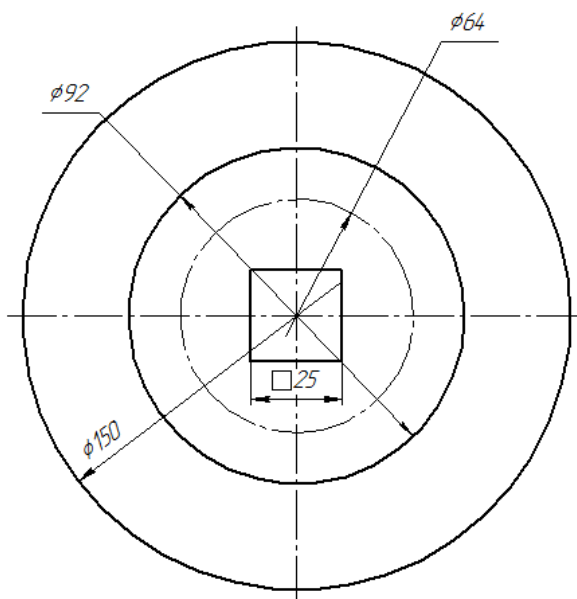

Рисунок 4.
4. Из середины квадрата выполнить три окружности: **Ø150мм**, **Ø92мм** и **Ø64мм**, поменяв стиль линии на «**Осевую**» (рисунок 4).